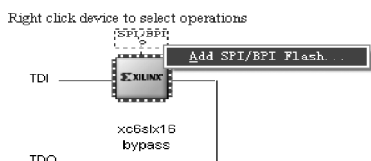
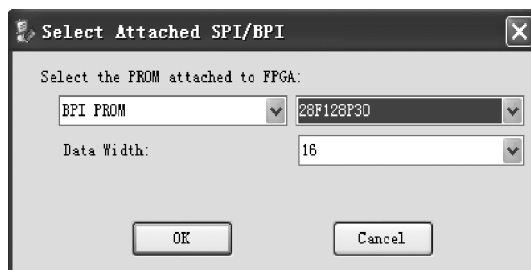

图 3.85 准备添加 BPI 文件
图 3.86 选择 BPI 存储器类型
(1) 再次进入 iMPACT 工具。在 iMPACT 主界面内的 iMPACT Flows 面板下,选择并双击 Boundary Scan 选项。
(2) 在右侧窗口中,单击右键,出现浮动菜单,选择 Initialize Chain(初始化 JTAG 链)选项。
(3) 当出现 Auto Assign Configuration Files Query Dialog(自动分配配置文件对话框)界面时,单击 No 按钮。
(4) 然后单击 OK 按钮。
(5) 如图 3.85 所示,在 SPI/BPI 字符区域内,单击右键,出现浮动菜单。在浮动菜单内,选择 Add SPI/BPI Flash(添加 SPI/BPI Flash)选项。
(6) 定位到前面所指定的输出 BPI_DATA 文件的目录,然后在该目录下找到 BPI_DATA.mcs 文件。①对于 Verilog HDL 设计来说,目录为 D:\EDA_Example\gate_Verilog。②对于 VHDL 设计来说,目录为 D:\EDA_Example\gate_VHDL。
(7) 单击打开按钮。
(8) 如图 3.86 所示,从下拉菜单选择“28F128P30”(和 Nexys3 开发平台上所用的 BPI Flash 兼容)。单击 OK 按钮。